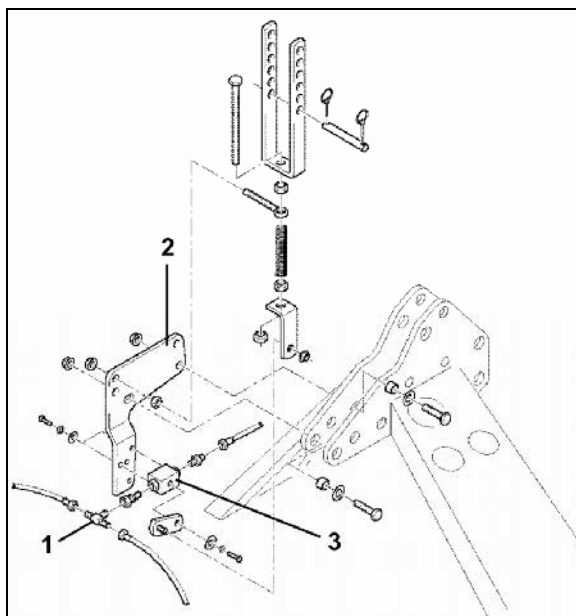

Fig. 45
4. Skru hydraulikslangen ved T-tilslutningsstykket (Fig. 45/1) fra hinanden.
5. Skru ventilholderen (Fig. 45/2) fast på jordbearbejdningssmaskinens øverste koblingspunkt.
6. Skru hydraulikslangerne fast på ventilen (Fig. 45/3), træk hydraulikslangen hen til traktoren og tilslut den ved en enkeltvirkende styreventil.